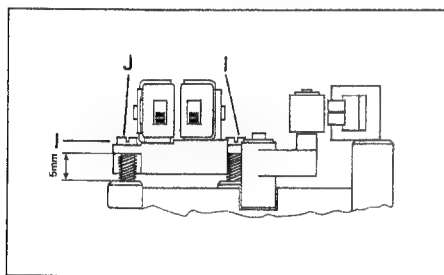

Fig. 3.7
- Die Höhe des Aufnahme-/Wiedergabekopfes ist mit den Schrauben [I] auf 5 mm voreinzustellen (Fig. 3.7).
- Preadjust the azimuth of the record/reproduce head with the two screws [I] to 5 mm (Fig. 3.7).
- Ajustez la hauteur de la tête d'enregistrement/lecture à 5 mm grâce aux deux vis [I] (fig. 3.7).